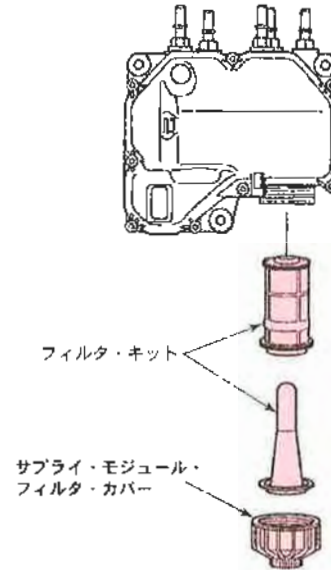

図 I-33 尿素水サプライ・モジュール・フィルタ交換
(1) 取り外し(図 I-33)
①スタータ・スイッチを OFF にし、サプライ・モジュールの作動が停止するまで2分間以上待ってから作業を行う。
②尿素水サプライ・モジュールの下に受け皿を置きサプライ・モジュール・フィルタ・カバーを取り外す。